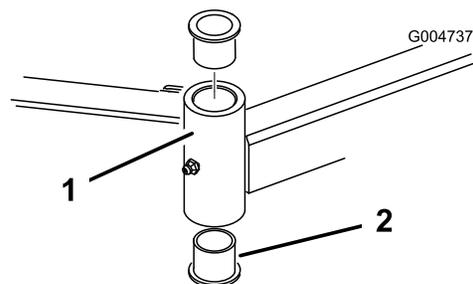

Figura 80
4. Introduza um punção para cavilhas na zona superior ou inferior do tubo de montagem e retire o casquilho para fora do tubo (Figura 80). Retire igualmente o outro casquilho do tubo. Limpe o interior dos tubos para remover a sujidade.